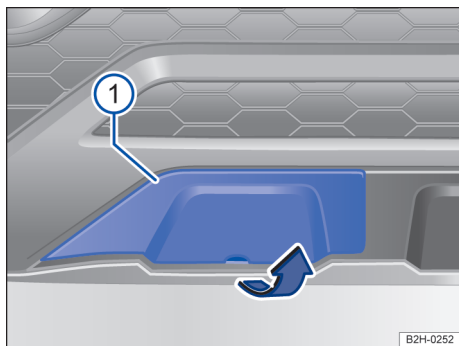

Fig. 167 No para-choque dianteiro à direita: cobertura.
O alojamento da argola de reboque rosqueável se encontra na parte dianteira direita do para-choque sob uma cobertura → Fig. 167 ⓘ.
- Segurar no entalhe da cobertura e remover a cobertura no sentido da seta → Fig. 167.